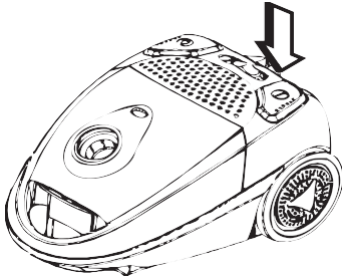

Figura 6
6. Inserire la spina nella presa e premere l'interruttore di acceso/spento. Per spegnere l'apparecchio, premere nuovamente l'interruttore di acceso/spento (vedere la figura 6).